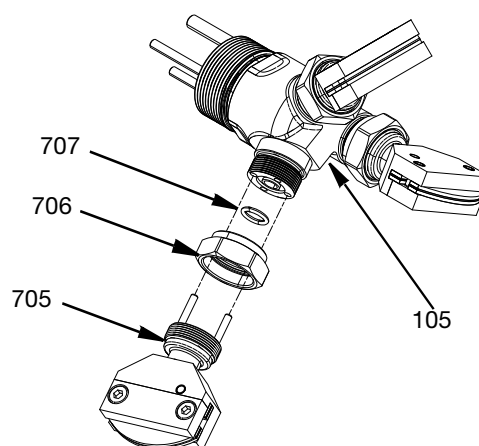

FIG. 4
1. Inserire l'O-ring (707) nel gruppo adattatore a 3 teste (105).
2. Posizionare l'estremità piccola del dado (706) contro il gruppo adattatore a 3 teste (105) ma non serrare la filettatura.
3. Allineare i perni del gruppo ugello (705) e inserirli nel gruppo adattatore a 3 testine (105). Serrare i dadi (706) a una coppia di 20,34 N•m (15 ft-lb). Vedere FIG. 4.